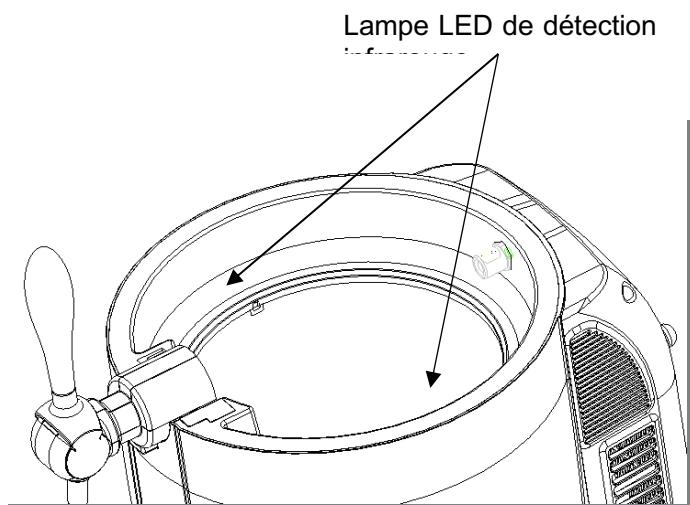

Figure 3
4. Vérifiez si la LED de détection infrarouge (comme illustré sur la figure 3), sur la partie supérieure gauche et droite du côté intérieur du bac de réfrigération du refroidisseur, est sale ou endommagée. Si le fût de bière n'est pas placé dans le bac de réfrigération ou retiré, le refroidisseur ne peut pas fonctionner normalement et le panneau d'affichage indique le code OP.